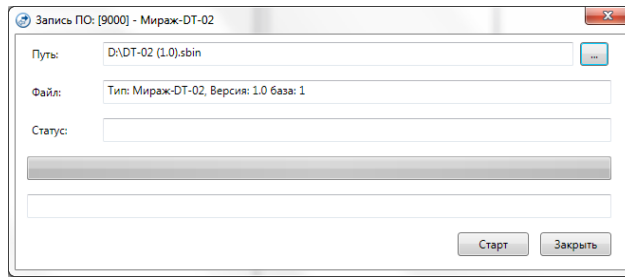

Рис. 59 Задание файла прошивки
- ✓ В открывшемся окне *Запись программного обеспечения* укажите наименование загружаемого файла прошивки с расширением **.sbin* (рис. 59);
- ✓ В открывшемся окне *Запись программного обеспечения* укажите наименование загружаемого файла прошивки с расширением *.sbin (Рис. 59).